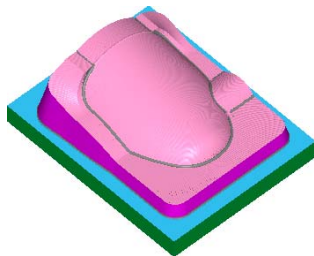

图 17.45 仿真结果
(1) 在 **刀具路径管理器** 选项卡中单击  按钮，然后单击“验证已选择的操作”按钮 ，系统弹出“Mastercam Simulator”对话框。
(2) 在“Mastercam Simulator”对话框中单击  按钮，系统将开始进行实体切削仿真，结果如图 17.45 所示，然后单击  按钮。